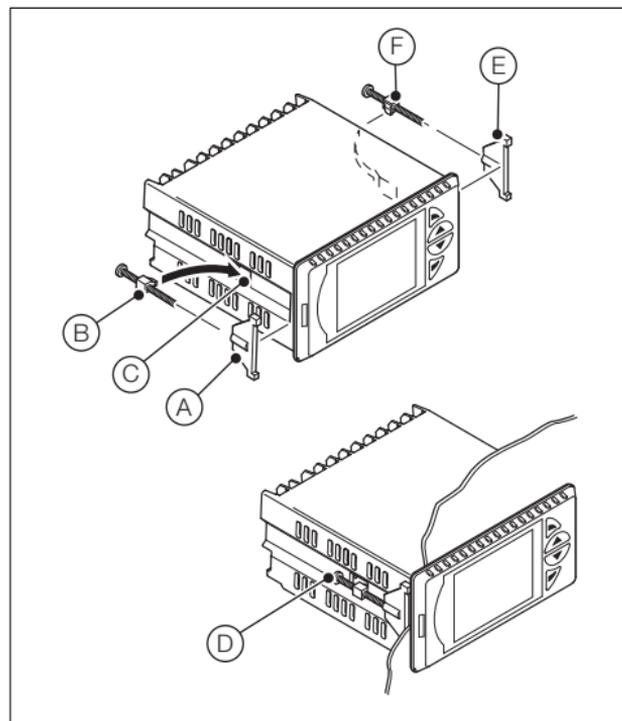

Fig. 4.8 Detalles del montaje
3. Consulte la Fig. 4.8:
- a. Sitúe la abrazadera superior del panel (A) en la parte frontal superior de la cubierta contra el panel.
- b. Coloque el anclaje de la abrazadera del panel (B) en la ranura (C).
- c. Apriete el tornillo del anclaje de la abrazadera del panel (D) hasta que la abrazadera (A) se encuentre correctamente fijada al panel.
- d. Repita los pasos 3 a 5 para fijar la abrazadera (E) y el anclaje de la abrazadera (F) en la parte inferior del panel.